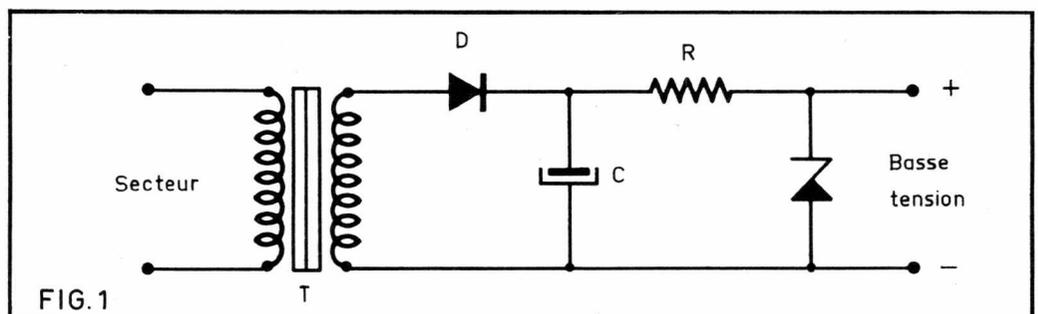

Fig. 1 : Principe d'une alimentation secteur.
La figure 1 nous donne un schéma tout à fait théorique de cette alimentation, afin de pouvoir résumer les différentes opérations nécessaires, pour obtenir du 7,5 V continu à partir de la tension secteur. Le transformateur T joue le rôle d'abaisseur. La basse tension issue du secondaire est redressée par la diode D, laquelle ne laisse passer qu'une alternance sur deux. La tension ne changeant pas de sens, le courant n'est plus alors considéré comme alternatif, mais « pulsé », ce qui signifie qu'il se présente sous la forme de demi-sinusoïdes. Un filtrage à capacité en tête (C) procure une tension moyenne. Un niveau de stabilisation est fourni par une diode zéner, et une résistance, dont le rôle est « d'encaisser » les passages dus à l'effet zéner. Donc, nous voici en présence d'un circuit abaisseur, redresseur, filtreur, et stabilisateur.
Le schéma de l'amplificateur est donné à la figure 1. Comme vous pouvez le constater, il s'agit d'un amplificateur dont l'étage de puissance est un push-pull série sans transformateur, formule qui, actuellement, est unanimement adoptée. La prise d'entrée est shuntée par une résistance de 100 000 ohms. Cette entrée attaque la base d'un transistor BC113 à travers un condensateur de 25 μ F en série avec une résistance de 2 700 Ω qui adapte l'impédance d'entrée. La base du BC113 est polarisée par un pont constitué par une résistance de 12 000 à 18 000 Ω côté masse et d'une 33 000 Ω en série avec une 100 000 Ω ajustable. Ce pont aboutit à la ligne médiane. Le raccordement à la ligne médiane procure une contre-réaction englobant la totalité de l'amplificateur qui contribue au faible taux de distorsion déjà signalé. La résistance ajustable permet de régler parfaitement l'équilibre du push-pull. Le transistor d'entrée est un NPN. Une résistance de stabilisation thermique de 1 500 Ω est placée entre l'émetteur et la masse. Elle est découplée par un condensateur de 100 μ F.